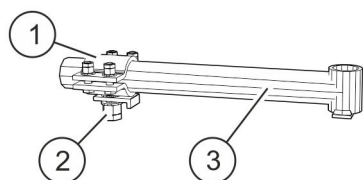
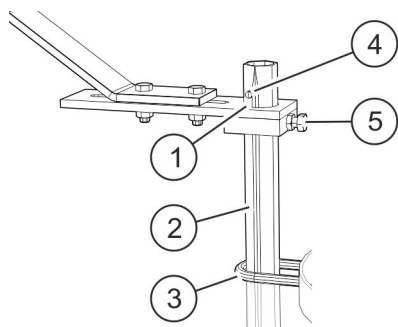

Abb. 29: Rohrhalter und Schelle
Abb. 30: Führungsrohr und Stelling
4. ➤ Schelle für den Rohrhalter (Abb. 29/1) leicht verschiebbar auf der Mastbefestigung aufschrauben.
5. ➤ Rohrhalter (Abb. 29/3) leicht verschiebbar in der Schelle (Abb. 29/1) befestigen.
7. ➤ Wenn die Diagonalverstrebrungen des Masts dies erfordern, den Rohrhalter (Abb. 29/3) kürzen.
8. ➤ Führungsrohr (Abb. 30/2) durch die Führungsschelle am Gewichtssatz (Abb. 30/3), den Stelling (Abb. 30/5) und durch die Lasche für das Führungsrohr (Abb. 30/1) schieben.
9. ➤ Führungsrohr mit dem Zylinderkerbstift (Abb. 30/4) sichern.
10. ➤ Sicherstellen, dass der Zylinderkerbstift (Abb. 30/4) 10 mm von der Lasche (Abb. 30/1) entfernt ist.
11. ➤ Führungsrohr (Abb. 30/2) bei maximal 2 cm Überstand unterhalb des Rohrhalters markieren.
12. ➤ Führungsrohr (Abb. 30/2) am unteren Ende auf die benötigte Länge kürzen.
13. ➤ Führungsrohr (Abb. 30/2) in den Rohrhalter (Abb. 29/3) stellen.
14. ➤ Stelling (Abb. 30/5) in die obere Position an die Lasche für das Führungsrohr (Abb. 30/1) schieben und festschrauben.
15. ➤ Lasche (Abb. 30/1) und Rohrhalter (Abb. 29/3) so einstellen, dass das Führungsrohr (Abb. 30/2) lotrecht ist.
- 17.** ▶ Sicherungsmutter (Abb. 29/2) auf die Schelle (Abb. 29/1) des Rohrhalters aufschrauben und anziehen.